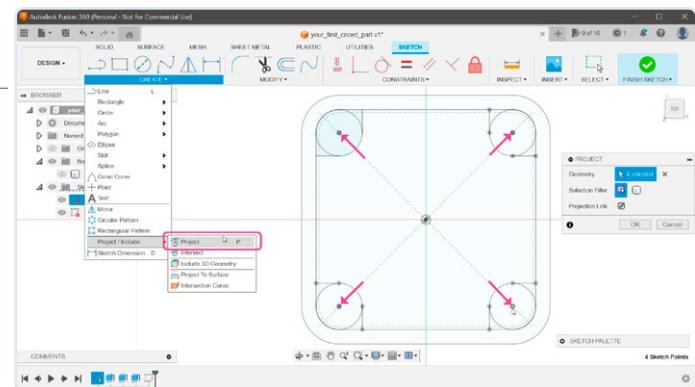

Figure 14. Réplication de l'opération pour les trois autres coins.
14. Pour copier ces points dans notre nouveau sketch, sélectionnez *CREATE Project/Include Project* (**figure 14**). Cliquez sur les quatre points et confirmez avec le bouton *OK*. Si vous tournez la vue 3D, ces points flottent maintenant au-dessus du sketch original.